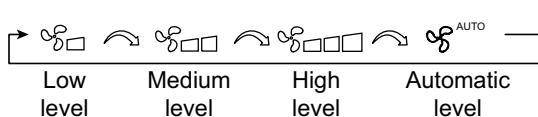

Abb. 25: Gebläsestufe einstellen
- Mit jeder Betätigung der FAN-Taste wechselt die Gebläsestufe in der in Abb. 25 abgebildeten Reihenfolge.